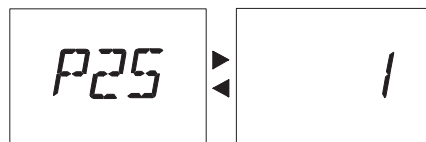

Рис. 36
- 3 На ЖК-дисплее параметр **P25** чередуется с **1** (Рис. 36).